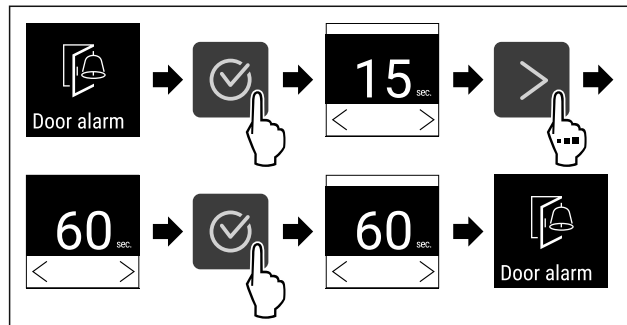

Fig. 117
- Følg anvisningene (se Fig. 117) .